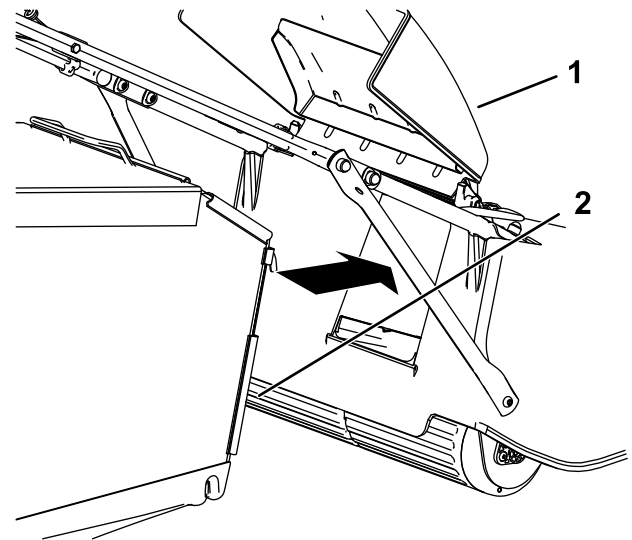

Figura 19
3. Enganche la bolsa en su posición (Figura 19).